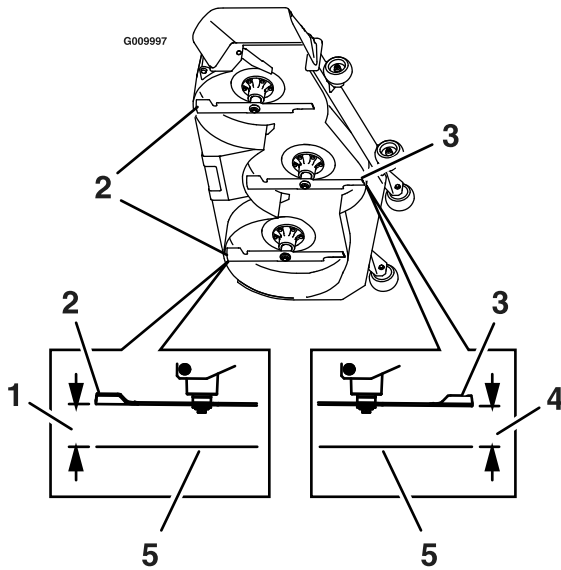

Figure 76
7. Mesurez la distance entre la surface plane et la pointe avant de la lame centrale (Figure 76).